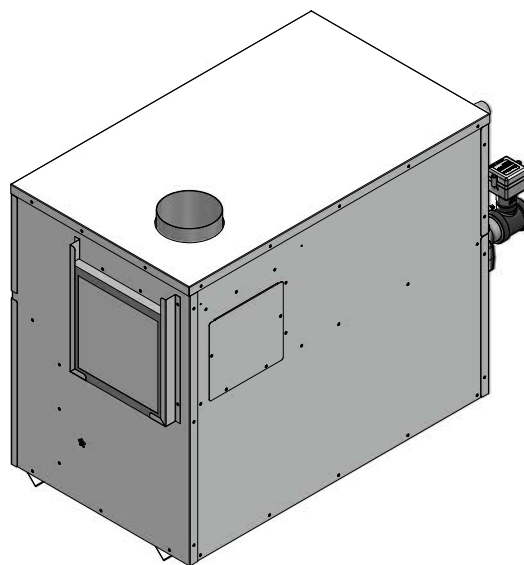

Figure 1-8 Déplacement de l'ensemble filtre à air/support de l'arrière vers le côté de l'appareil
3. Déplacer l'ensemble filtre/support de l'arrière de l'appareil vers l'ouverture latérale (voir FIG. 1-8).